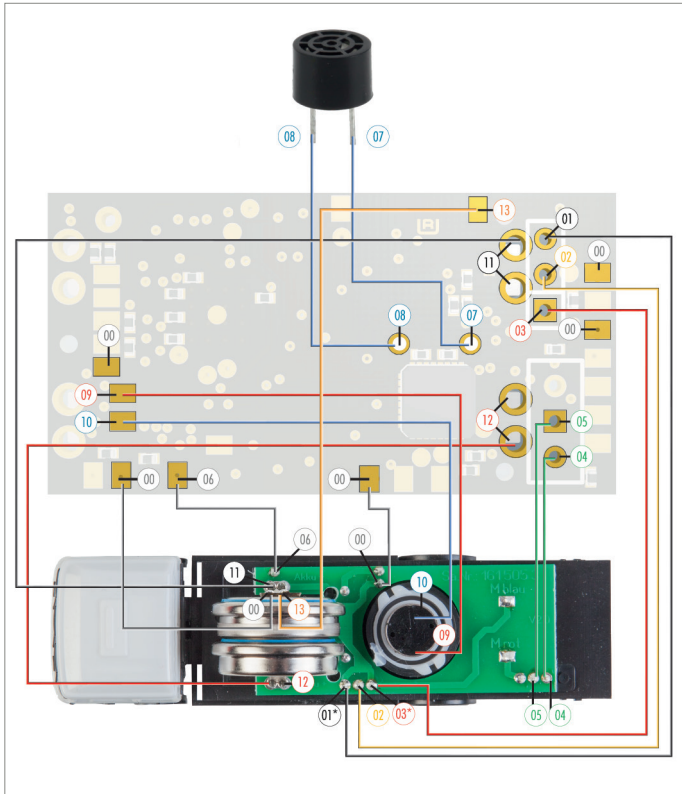

Abb. 43: Anschlusschema, LKW-Modell mit Universalplatine, Akkus gesteckt
***HINWEIS:** Beachten Sie den zuvor von Ihnen definierten und markierten "+" (Plus)-Pol der Ladebuchse und verbinden Sie diesen mit dem Anschluss "03" der Umrüstplatine. Im Anschlusschema Abb. 43 sind "01" und "03" fahrzeugeitig lediglich Beispielbelegungen. S.a. Kap. "Fahrzeug umrüsten".